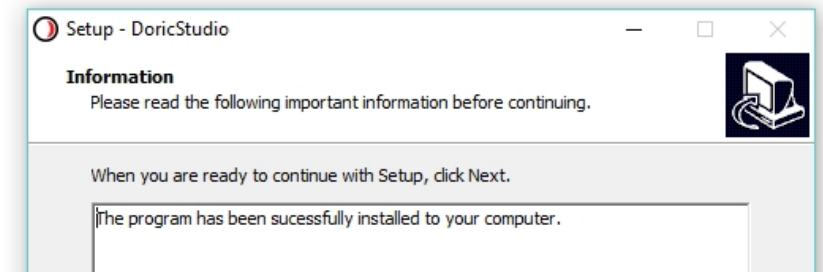

Figure 3.3 : Installation réussie du Doric Neuroscience Studio
8. Lorsque vous êtes prêt, cliquez sur **Installer** pour lancer le processus. Cela devrait prendre quelques instants. Lorsque l'installation est terminée, le message de la figure 3.3 s'affiche.